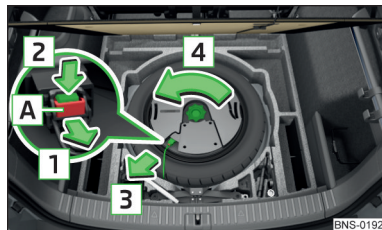

Fig. 337
- ▶ Trageți elementul de blocare **A** din conector în sensul săgeții **1** » fig. 337.
- ▶ Înșurubați piulița de siguranță în sensul opus săgeții **4**, până la capăt » fig. 337.